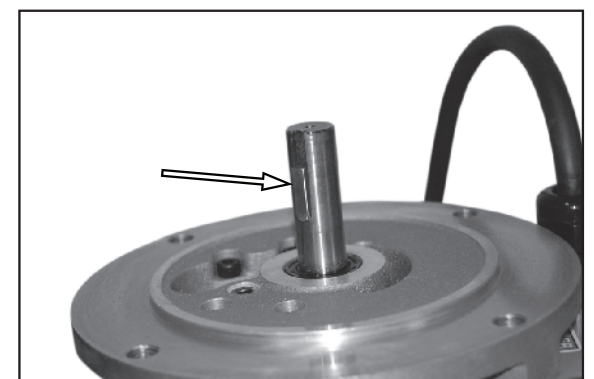

Рис. 35.
2. См. рис. 35. Извлеките квадратную шпонку.